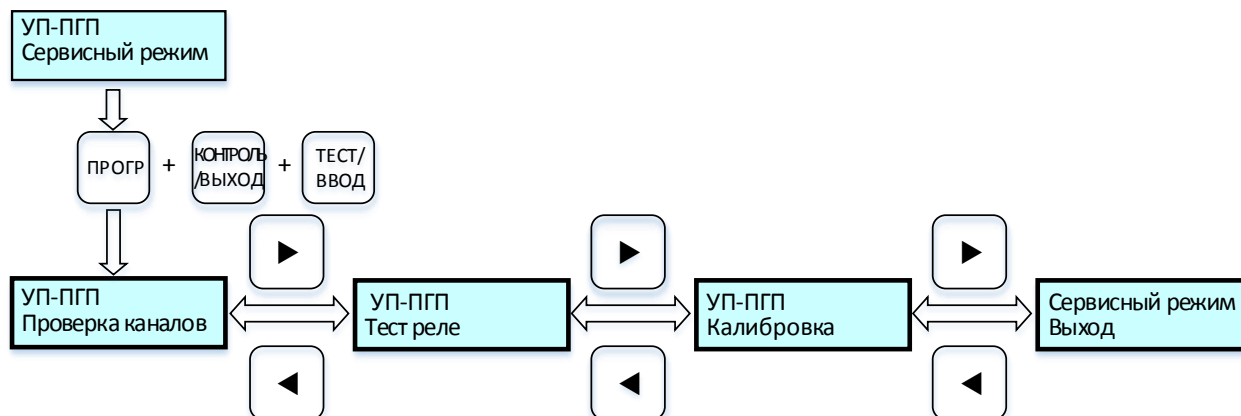

Рисунок 18 – Циклограмма выводимых сообщений на дисплей меню «УП-ПГП Сервисный режим».
2.6.7.2 Для входа в пункт меню «УП-ПГП Сервисный режим» (см. рис. 18) выполнить процедуры: